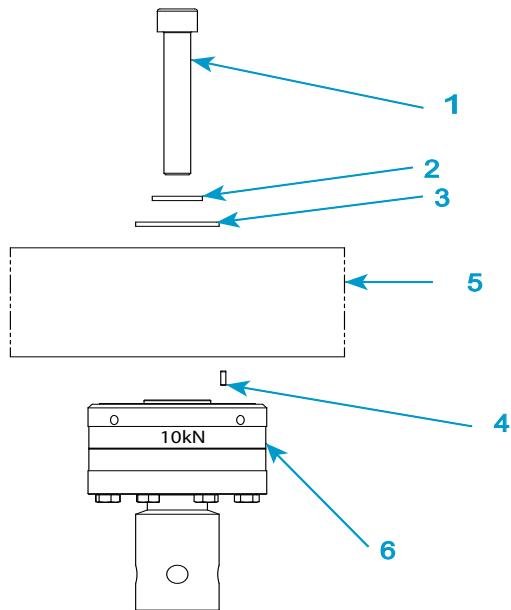

図18. 2530-10kN ロードセルの取り付け
説明 図 18
- 82 ページの図 18 とそれに関連する説明文を参照してください。